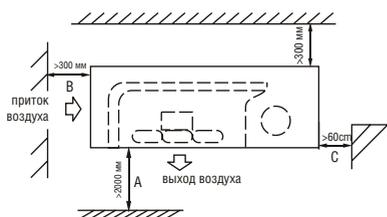

Рис. 17
- При подвешивании наружного блока кондиционера на стену его крепление должно соответствовать техническим требованиям, указанным на схеме (рис. 17). Подвешивать блок можно на кирпичную или бетонную стену или стену аналогичной прочности. Соединение крепежного кронштейна со стеной и кондиционером должно быть прочным, устойчивым и надежным. Убедитесь, что тепло от конденсатора отводится беспрепятственно. Не должно быть преград выходящему из наружного блока кондиционера воздушному потоку.
- Свободное пространство слева и справа от наружного блока должно составлять величины, указанные на рис. 17.
Недостаточная циркуляция воздуха снизит производительность кондиционера. Минимальное расстояние от блока до предметов и ограждений указано на рис. 17. Стены не должны окружать кондиционер со всех сторон два из трех направлений А, В, С должны быть свободны.